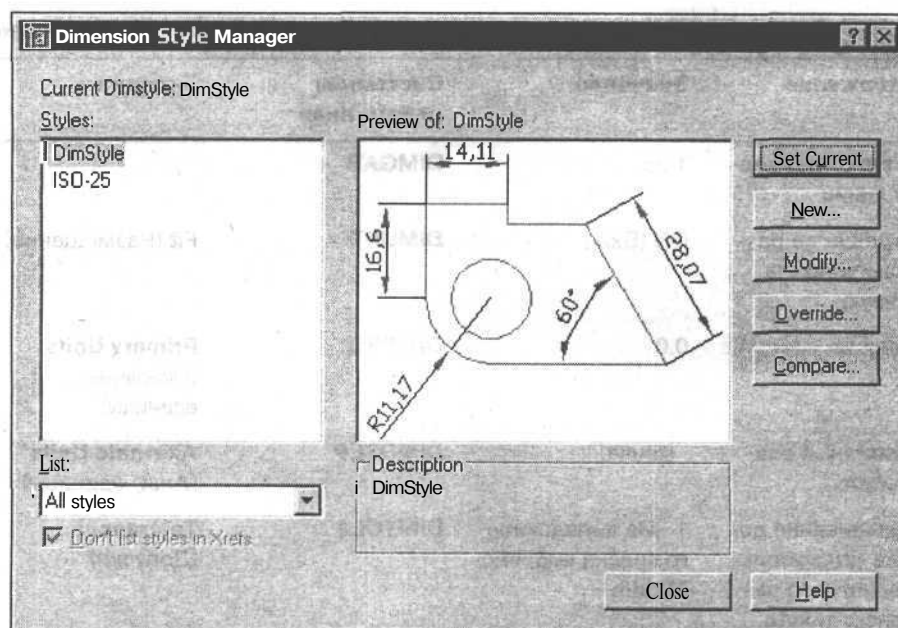

Рис. 10.4. Список размерных стилей, имеющихся в рисунке
5. Щелкните мышью на кнопке **OK** и выйдите в диалоговое окно **Dimension Style Manager** (Диспетчер размерных стилей). Теперь в списке **Style** (Стили) появится имя нового стиля **DimStyle** (рис. 10.4).